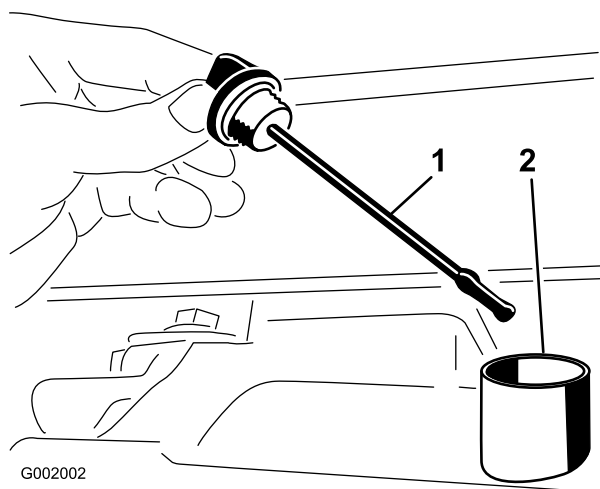

図 65
2. トランスアクスルのディップスティックを抜き、ウェスで一度きれいに拭く(図 65)。